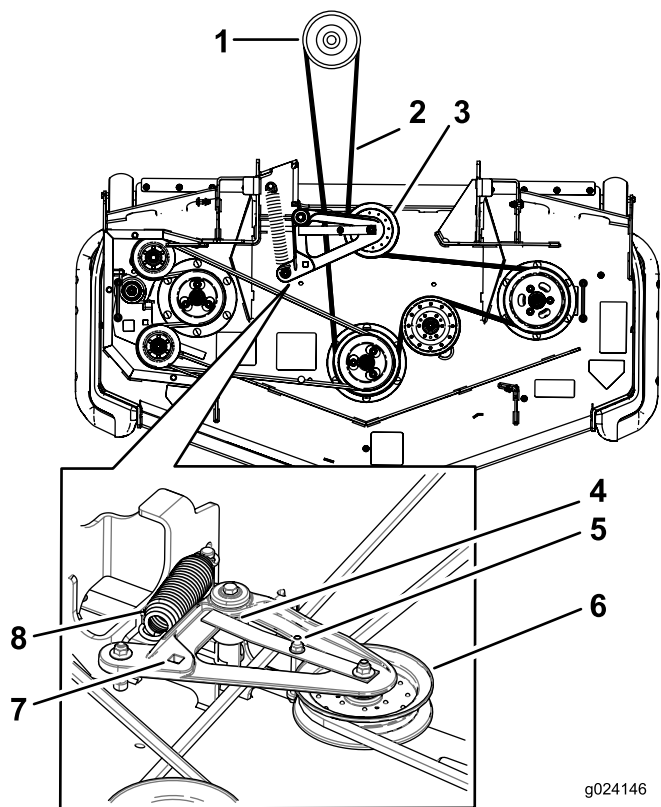

Figure 79
6. Insérez un rochet dans le trou carré du bras de la poulie de tension pour détendre le ressort de la poulie de tension (Figure 79).
8. Soulevez la patte du guide-courroie et déposez la courroie existante (Figure 79).
9. Acheminez la courroie neuve autour des poulies du tablier de coupe et de la poulie d'embrayage, sous le moteur (Figure 79).
10. Tournez et vérifiez que la patte du guide-courroie vient frapper le moyeu de pivot Figure 79.
11. Insérez le rochet dans le trou carré et montez le ressort de la poulie de tension (Figure 79).